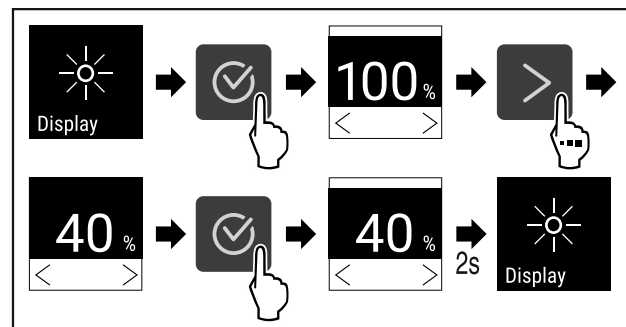

Fig. 72
- ▶ Провести етапи операцій (див. Fig. 72).